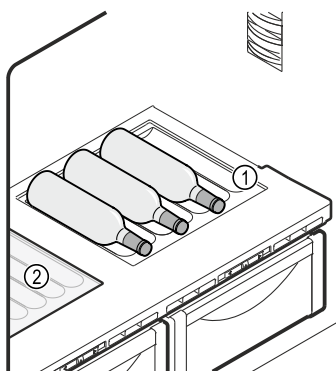

Fig. 52 Immagine a titolo di esempio
- Sollevare un ripiano di vetro o entrambi i ripiani di vetro (1) dall'incavo anteriore e rimuoverlo/i.
- Inserire il ripiano di vetro Fig. 52 (2) sotto il vano bottiglie variabile.